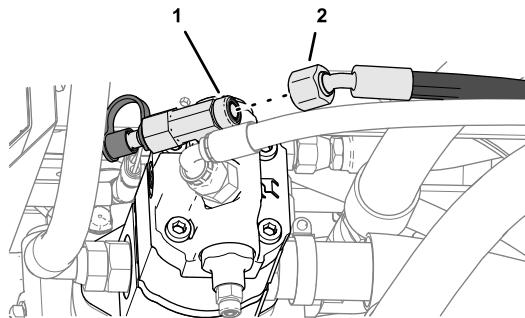

図 133
3. ホース 10 x 2921 mm の45°継手をT字継手に取り付け、ホース継手を締め付けます(図 133)。